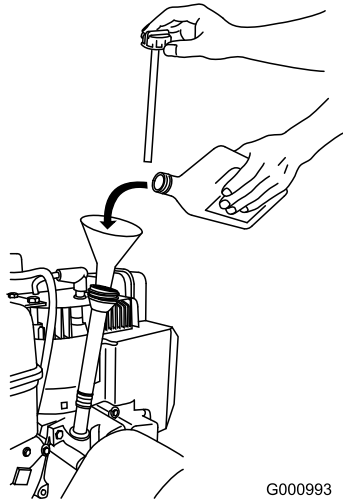

Figure 41
2. Sortez de nouveau la jauge et contrôlez le niveau d'huile (Figure 41). Ajoutez de l'huile, si le niveau est en dessous du repère Add sur la jauge (voir Plein d'huile du carter moteur).